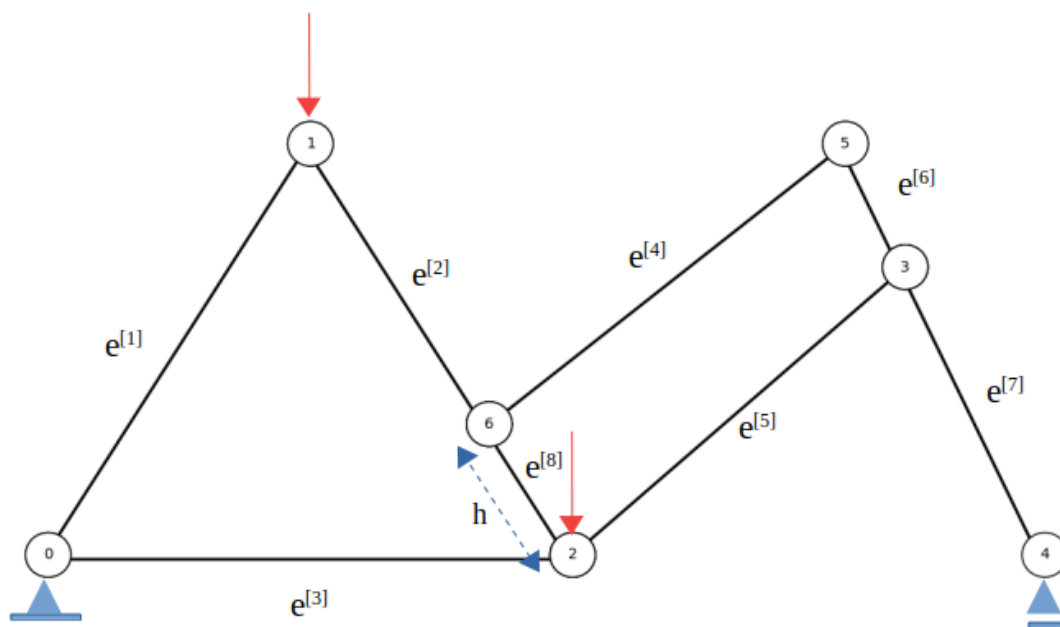

Figura 2.
- A numeração dos nós e dos elementos utilizados para a análise de elementos finitos é apresentada na figura 2.
- Os valores  $x_6$  e  $y_6$  são determinados a partir do valor do comprimento  $h$  do elemento 8 apresentado na figura 2.